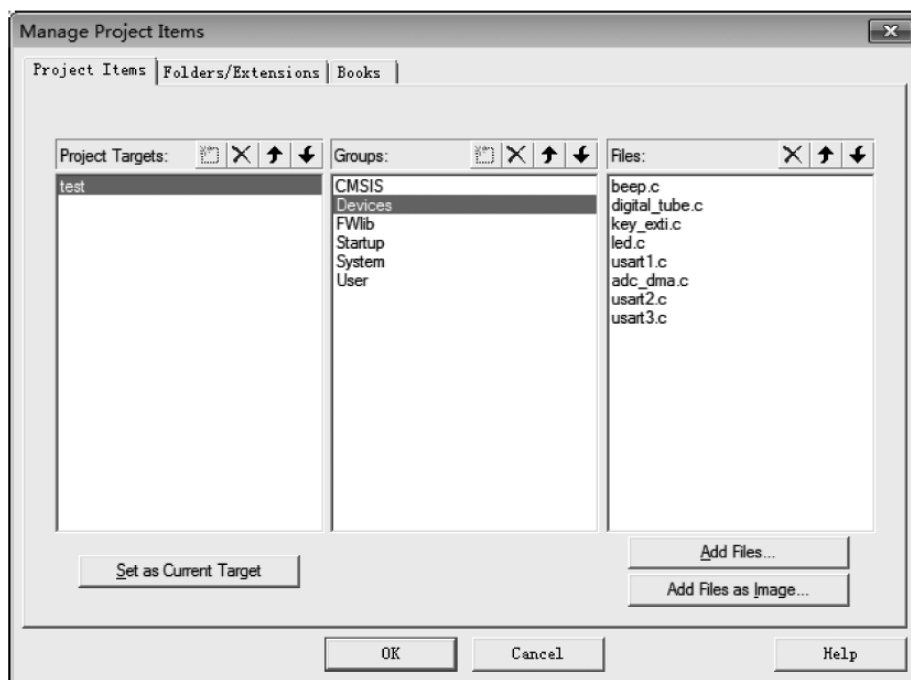

图 5.16 向 Devices 中添加内容
(4) Devices 组: 在实验中根据 STM32F103C8T6 具体设备情况,向其中添加设备操作文件。此实验中只需添加 led.c 即可,如图 5.16 所示。